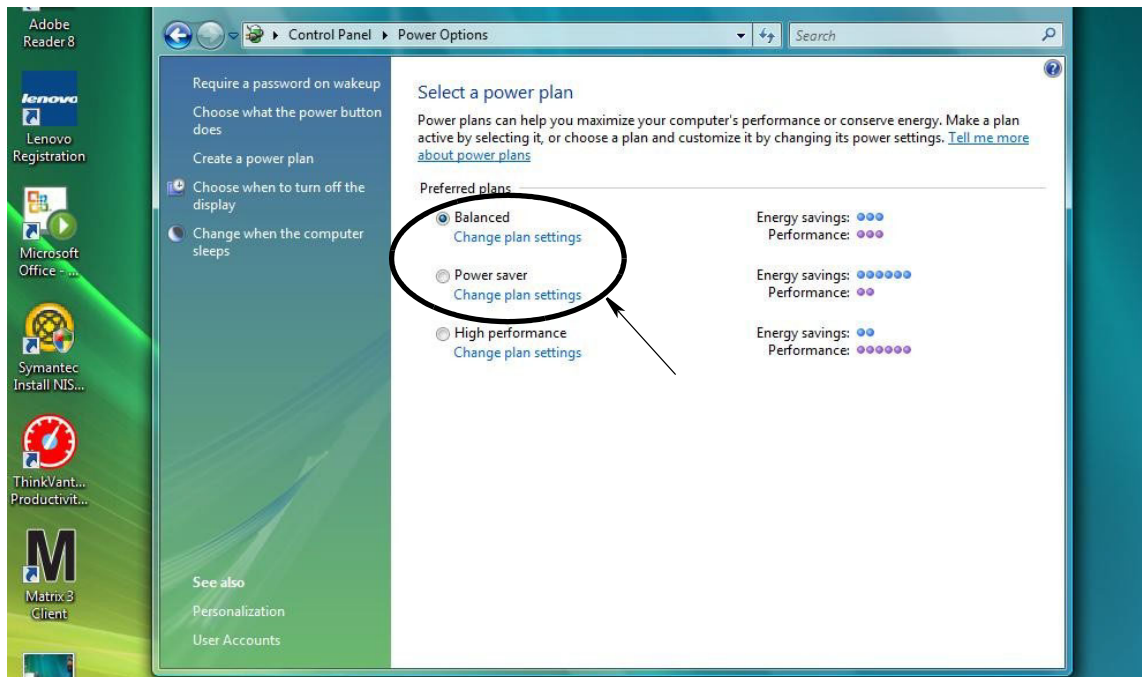

FIG. 34
3. Seleccione los planes de energía “Equilibrado” o “Economizador” y después haga clic en el vínculo Cambiar ajustes de plan para ver las opciones de hibernación (FIG. 34).